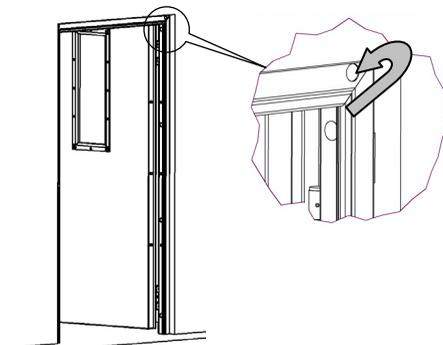

Abb. 124: Einfüllöffnung in der Zarge (Bandseite horizontal)
6. Durch die Eckbohrungen (siehe Abb. 124) im waagerechten Zargenteil Mörtel bis zur vollständigen Füllung in die Zarge einfüllen.